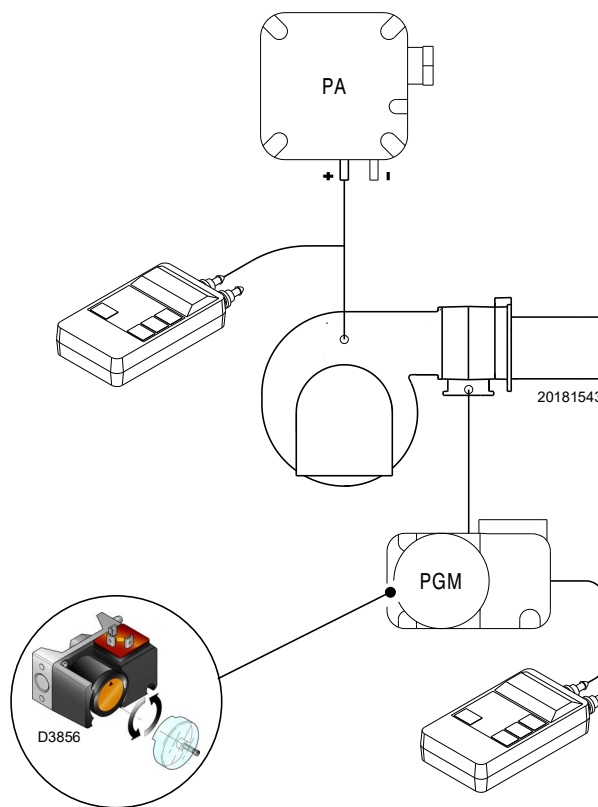

Fig. 29
- Régler le pressostat gaz maximum (Fig. 29 à la page 34) en fin d'échelle.
Effectuer le réglage du pressostat gaz seuil maximum (Fig. 29) après avoir effectué tous les autres réglages du brûleur avec le pressostat gaz seuil maximum réglé en fin d'échelle.